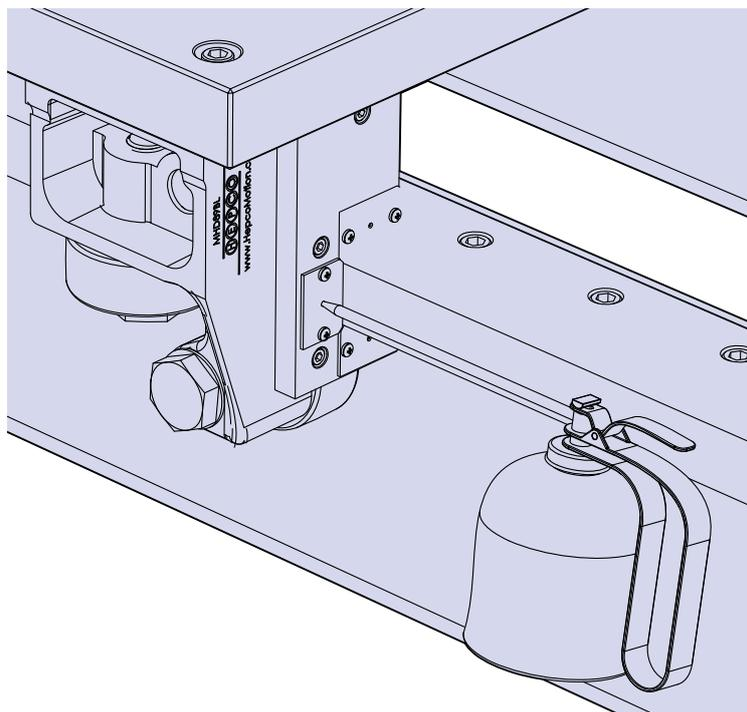

Abb. 9
28. In jede Schmierstoffkammer (Abb. 9) über die Schmierstelle [Position 17] der Schmutzabstreifer Öl einfüllen. Benutzen sie ein gängiges Schmieröl, mit einer Viskosität von 68cS oder entsprechend.